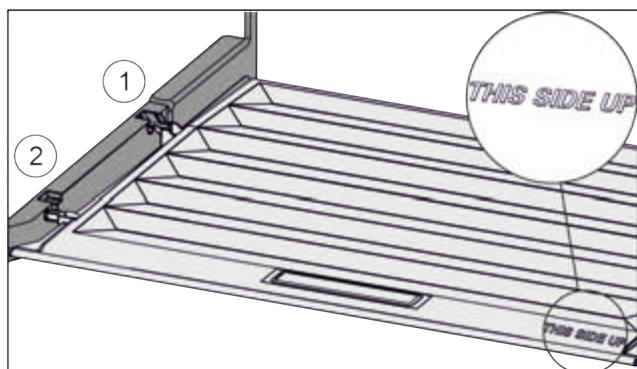

Fig. 76
► Вставити поперечні ребра через отвір заднього тримача Fig. 76 (1) і зафіксувати спереду у тримачі Fig. 76 (2).